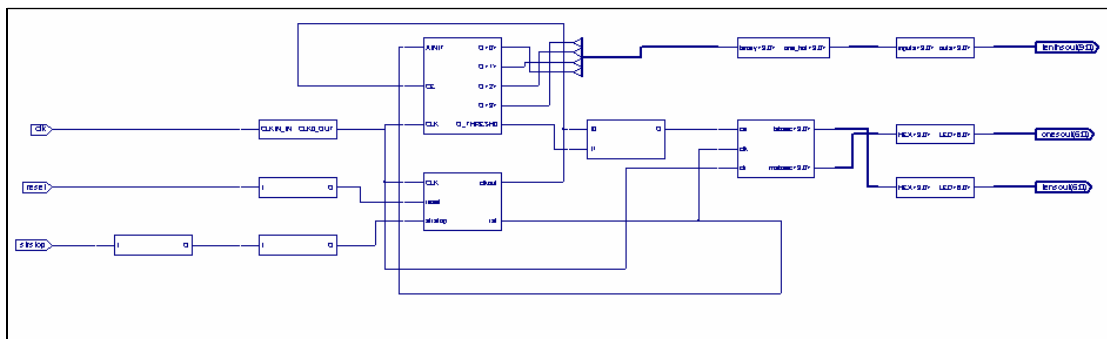

图9-55 根据综合结果提炼出的“计时表”的原理图
- (3) 双击顶层模块符号，进入根据综合结果提炼出的“计时表”的原理图，如图 9-55 所示。